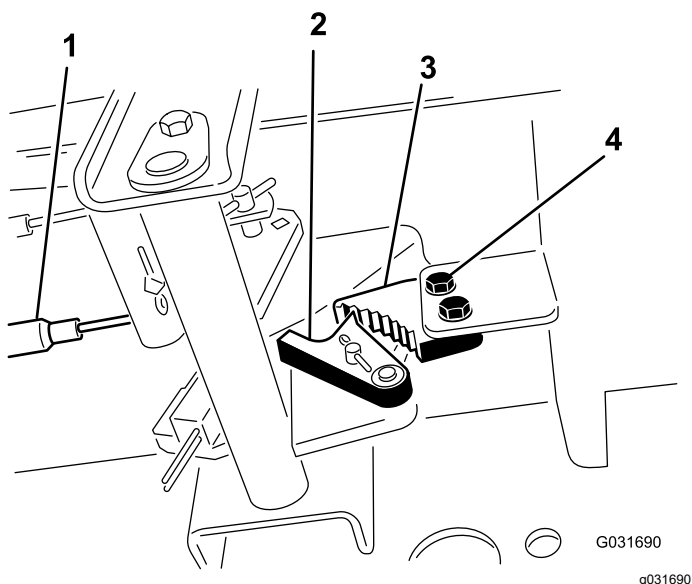

Figura 90
1. Afloje los 2 tornillos que fijan el trinquete del freno de estacionamiento al bastidor (Figura 90).
2. Pise el pedal del freno de estacionamiento hacia adelante hasta que la uña se engancha a fondo en el trinquete del freno (Figura 90).